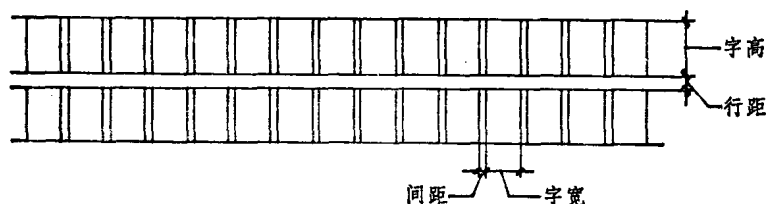

图 1-19
1. 字体格式：为了保持字体长宽整齐，书写时应先打好字格。字格高宽比例，一般为 3:2，为了使字行清楚，行距应大于字距（图 1-19）。字体的高度一般以不小于 4 毫米为宜。